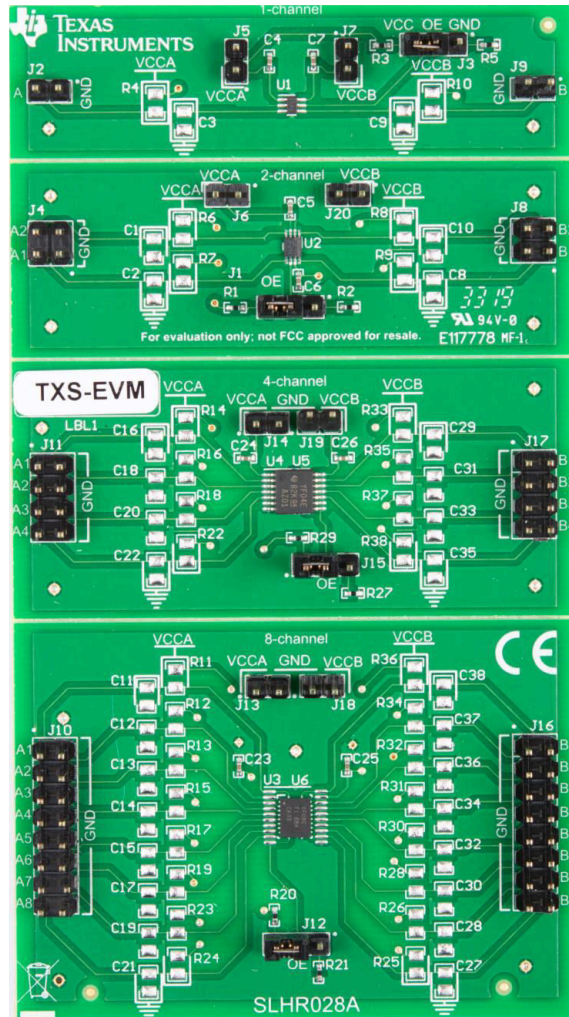

图 1-1. TXS-EVM
每条数据 I/O 布线都连接到 0805 表面贴装 (SM) 焊盘 ( 可访问  $V_{CCA}$  以实现可定制的上拉电阻器 ) 和 0805 SM 焊盘 ( 可访问 GND 以实现可定制负载 )。选择大型焊盘是为了便于访问，并且可根据需要选择由多个较小 SM 组件组成负载 ( 用于负载测试、上升/下降时间调整等 )。图 1-1 所示为 SM 焊盘位置。下拉焊盘标有接地符号，上拉焊盘在板上标有电源端口符号。